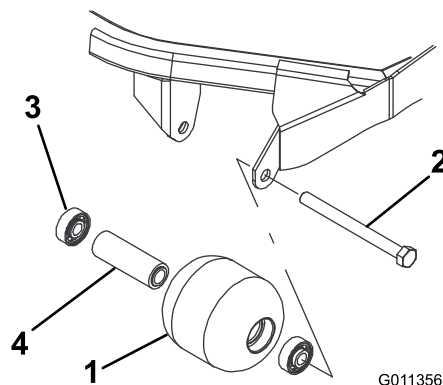

Figura 80
1. Rimuovete il bullone di montaggio del rullo (Figura 80).
4. Verificate la presenza di eventuali danni sull'alloggiamento, sui cuscinetti e sul distanziale del cuscinetto del rullo (Figura 80).
1. Montate il primo cuscinetto premendolo nell'alloggiamento all'interno del rullo (Figura 80). Premete soltanto sulla pista esterna o, in misura uguale, sulla pista interna ed esterna.
2. Inserite il distanziale (Figura 80).
3. Spingete il secondo cuscinetto nell'alloggiamento all'interno del rullo (Figura 80) premendo in misura uguale sulla pista interna ed esterna, fino a quando la prima pista non tocca il distanziale.